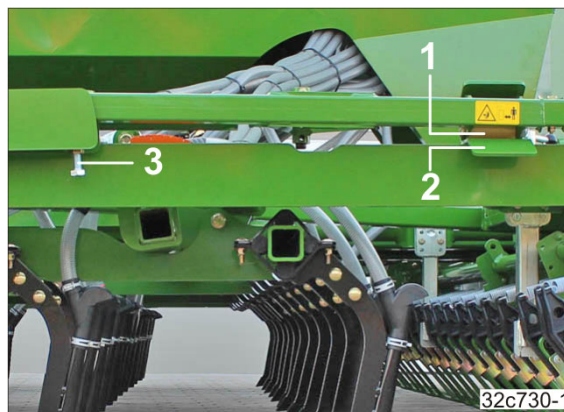

Fig. 243
Beim Einklappen des Spuranreißers läuft die Rolle (Fig. 243/1) auf der Lauffläche (Fig. 243/2) in die Halterung.
2. Schraube (Fig. 243/3) soweit verstellen, bis die Rolle (Fig. 243/1) des Spuranreißers ordnungsgemäß über die Lauffläche (Fig. 243/2) in die Halterung läuft.